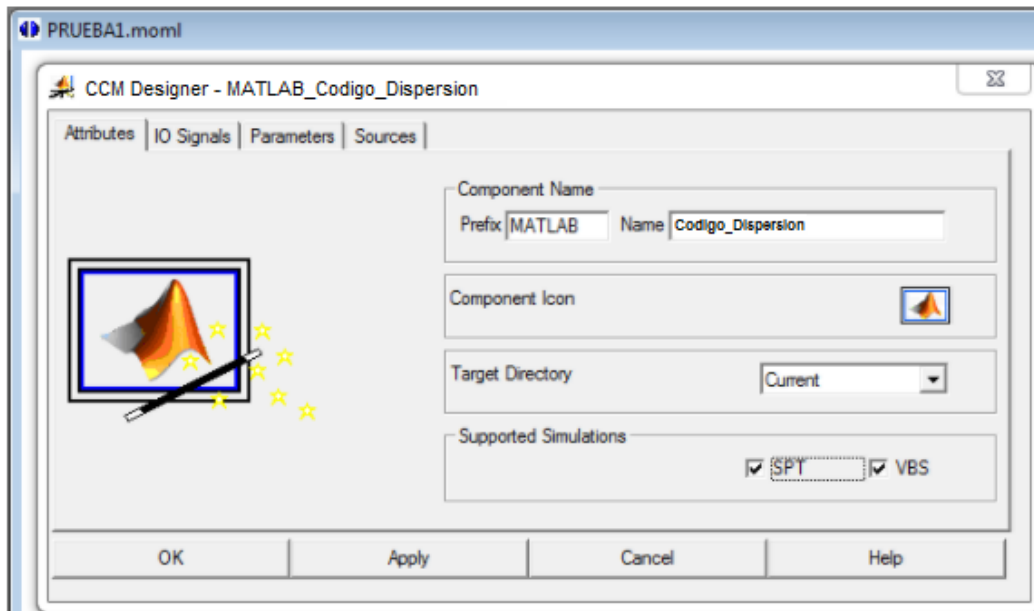

Figura 3. Ventana Emergente Custom Component Designer for Matlab.
3. Al desplegarse la ventana de Custom Component Matlab que se observa en la figura 3, se encuentran las diferentes opciones a editar, las cuales permiten configurar de la manera deseada el bloque a simular. Las opciones de simulación SPT y VBS definen el estilo de simulación.